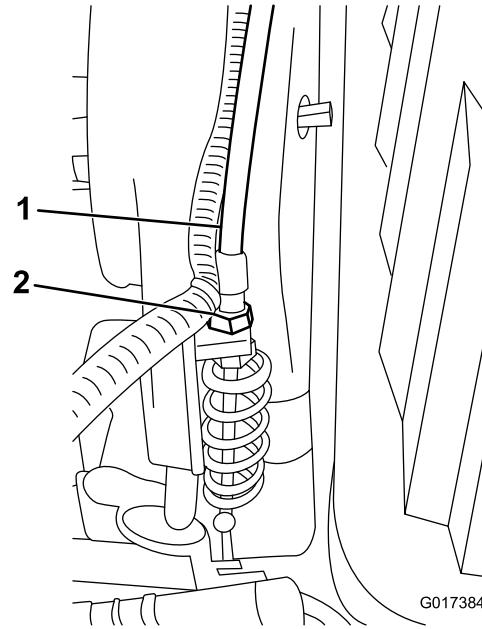

图51
3. 在变速箱隔板上调整滚刀控制装置拉线(图51)使弹簧长度达到 70.672.4mm。